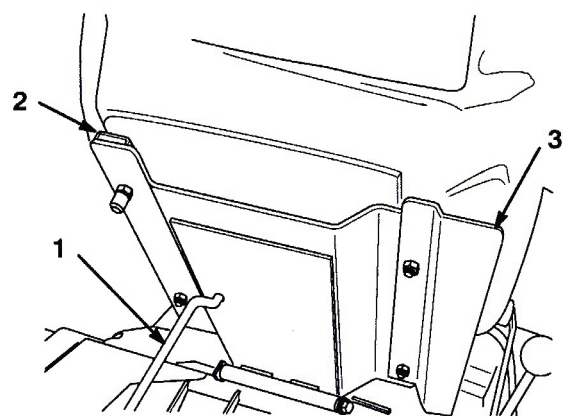

図6
3. 付属品のロックナット(5/16 in.)で、運転席とシート・パネルとシートスライドをサポートに固定する(図6)。シート・パネルが、図6のように右側にくるように取り付ける。